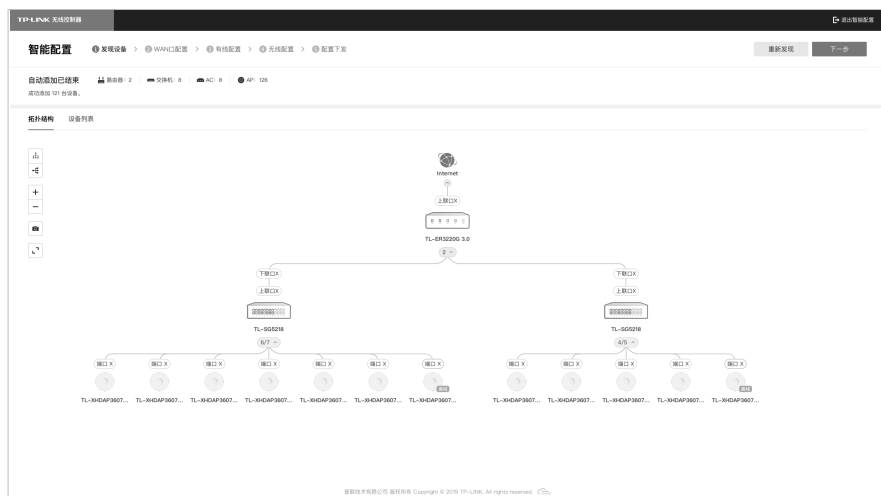

图4-3 发现设备
1. 经过上述步骤即可成功登录无线控制器智能配置界面，支持智能开局，可统一发现局域网中TP-LINK商用网络设备，并集中添加管理，快速配置，完成组网，如图4-3至4-7所示。